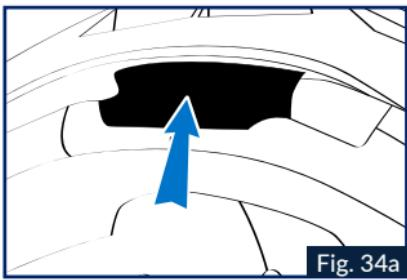

Fig. 34a
- Insérer la batterie (avec mousse) dans l'espace prévu à l'arrière du casque, conformément au Fig.34a/b/c, la mousse de calage doit se trouver entre la batterie et la calotte.